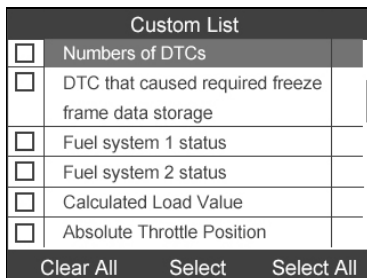

Abbildung 6.11
- 2) Verwenden Sie die Scrolltasten **NACH OBEN/UNTEN**, um zum gewünschten Element zu navigieren und drücken Sie die **FUNKTIONSTASTE** zum **Auswählen**.(Abbildung 6.11)